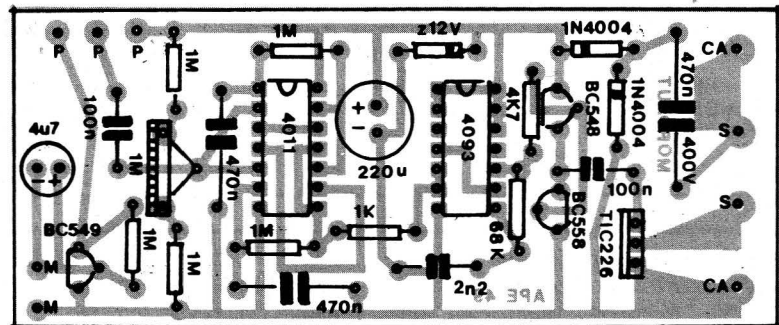

Fig.3
- FIG. 3 - "CHAPEADO DA MONTAGEM" - Para o verdadeiro Hobbyista, essa é a parte mais "gostosa" de qualquer montagem: inserir os componentes na placa e efetuar as soldagens... Entretanto, também é o estágio onde os maiores cuidados e atenções são necessários, já que qualquer inversão de posição, de terminais ou de valores, pode - simplesmente - "dagnar" tudo...! Assim, observando o Impresso, pelo seu lado não cobreado, todas as principais peças colocadas, o Leitor deve dedicar especial atenção aos componentes polarizados (que têm
posição única e certa para a inserção/soldagem): os dois Integrados (referenciados pela extremidade que contém uma marquinha...), os três transístores (posicionados pela referência dos seus lados "chatos"), o TRIAC (lapela metálica voltada para o BC558...), os diodos (inclusive o zener...) também referenciados pela sua extremidade marcada e os capacitores eletrolíticos (com suas polaridades indicadas e devendo ser respeitadas...). Os demais componentes, resistores e capacitores comuns, não são polarizados, mas devem ter seus valores perfeitamente "lidos" e identificados, antes da inserção à placa... ATENÇÃO para a localização do capacitor de poliéster de 470n x 400V (os outros dois de 470n são para 250V...). Verificar "10 vezes", tudinho, antes de cortar os excessos de terminais, pelo lado cobreado... Observar, também, as boas condições dos pontos de solda, ausência de "curtos", "corrimentos", falhas, etc., também pelo lado do cobre... "Sobram" (no diagrama da fig. 3) várias ilhas nas bordas da placa, sem utilização (por enquanto...), mas devidamente codificadas... Destinam-se tais pontos às ligações externas, abordadas na próxima figura...